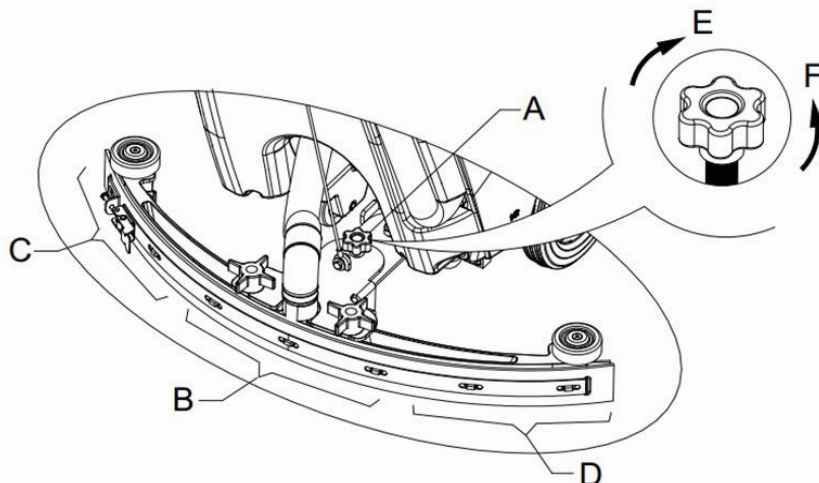

Figure 9
10. Réglez la raclette avec la molette de réglage (A) de la raclette (voir Figure 9).